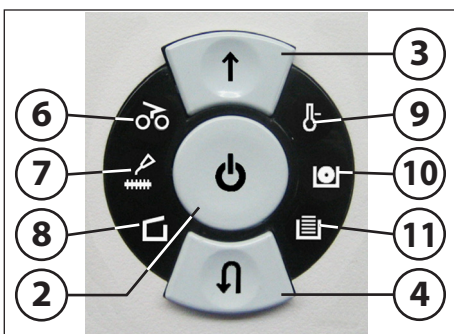

fig. 1
- 4 = Touche de marche arrière (fig. 1)**
- 6 = Voyant de contrôle (fig. 1)**
## 7 = Voyant de contrôle (fig. 1)